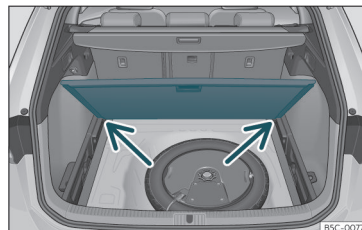

Fig. 123 Piano variabile del bagagliaio: posizione inclinata.
- Appoggiare il piano sugli appositi alloggiamenti >>> **fig. 123** (freccie).